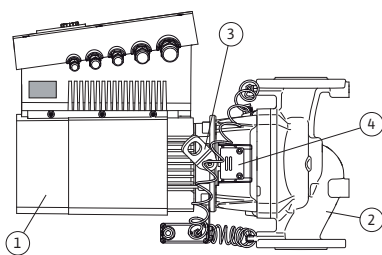

Fig. 10: bomba completa
La característica típica de la serie Stratos GIGA es la camisa de refrigeración del motor. La corriente de aire se conduce de forma óptima a través de la cubierta longitudinal del ventilador (Fig. 10, pos. 1) hasta la refrigeración del motor y del módulo electrónico.
(Fig. 10, pos. 2) muestra la carcasa de la bomba con un conducto especial de la linterna para descargar el rodete.
Las argollas de transporte (Fig. 10, pos. 3) se tienen que utilizar de acuerdo con las indicaciones de los cap. 3 y 10.
La ventanilla cubierta con la chapa de protección (Fig. 10, pos. 4) que hay en la linterna se utiliza en los trabajos de mantenimiento tal y como se indica en el capítulo 10 "Mantenimiento" en la página 44. Dicha ventanilla también se puede utilizar para comprobar la existencia de escapes, cumpliendo siempre las disposiciones de seguridad que aparecen en el capítulo 9 "Puesta en marcha" en la página 40 y el capítulo 10 "Mantenimiento" en la página 44.